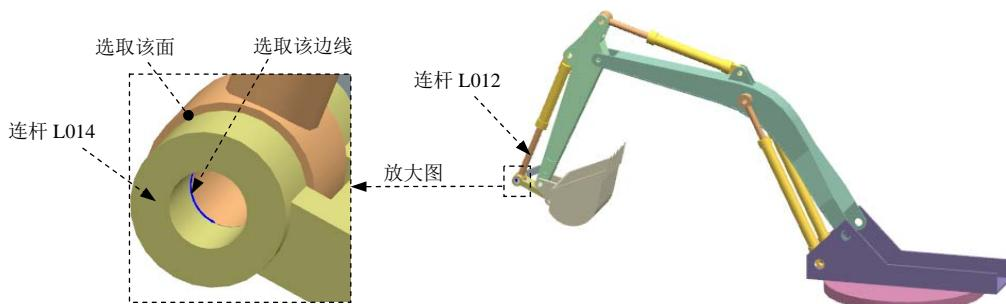

图 10.8.32 定义旋转副（九）
(1) 选择连杆。在运动导航器中将连杆 L015 隐藏，然后选取图 10.8.32 所示的连杆 L014。
(2) 定义原点及矢量。在“运动副”对话框的 **指定原点**下拉列表中选取“圆弧中心” 选项，在模型中选取图 10.8.32 所示的圆弧为定位原点参照；选取图 10.8.32 所示的面作为矢量参考面。
(3) 添加啮合连杆。在“运动副”对话框的**基本**区域中选中 **啮合连杆**复选框，单击**选择连杆 (0)**，选取图 10.8.32 所示的连杆 L012。
(4) 定义啮合连杆原点及矢量。在“运动副”对话框**基本**区域的 **指定原点**下拉列表中选取“圆弧中心” 选项，在模型中选取图 10.8.32 所示的圆弧为定位原点参照；选取图 10.8.32